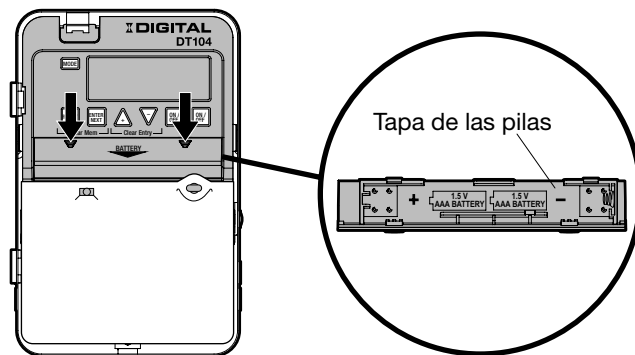

FIG. 6 Insertar las pilas
1. Extraiga la caja de la pila deslizando hacia abajo como lo muestran las flechas, luego instale dos pilas alcalinas AAA. Debe comprobar que las pilas apunten en la dirección que se muestra en la FIG. 6.